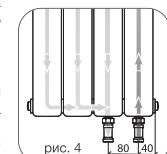

рис. 4
- Радиатор подключается к трубопроводам с помощью узлов (кранов) нижнего подключения прямых или угловых G3/4" (рис. 4).